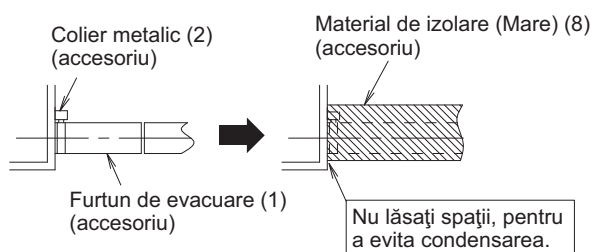
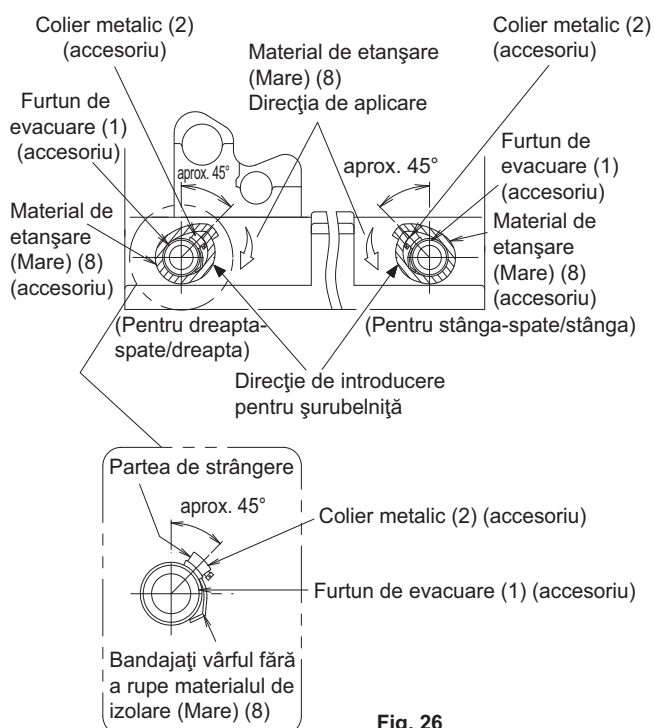

Fig. 25
Fig. 26
- Aveți grijă să utilizați furtunul de golire (1) și colierul de metal (2) anexate. De asemenea, introduceți furtunul de golire (1) în baza ștuțului de golire și strângeți bine colierul de metal (2) la baza ștuțului de golire. (Consultați Fig. 25 și Fig. 26)
(Instalați colierul de metal (2) astfel încât partea de strângere să fie în interiorul unui interval de circa 45° așa cum este prezentat în Fig. 26.)
- Curbați vârful colierului de metal (2) astfel încât materialul de etanșare să nu se bombeze. (Consultați Fig. 26)
- Când efectuați izolarea, înfășurați materialul de etanșare (mare) (8) anexat pornind de la baza clemei de metal (2) și furtunul de golire (1) în direcția săgeții. (Consultați Fig. 25 și Fig. 26)